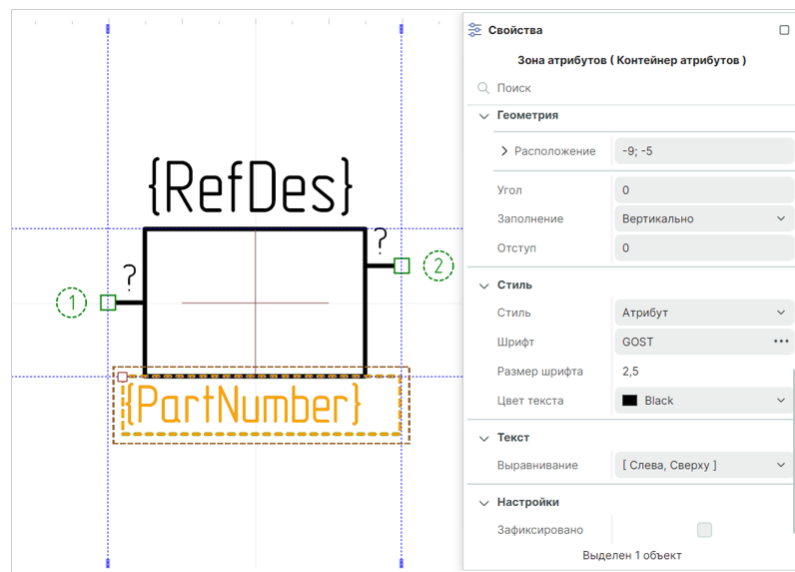

Рис. 174 Настройка зоны атрибутов УГО
6. При необходимости настройте параметры в разделах «Геометрия», «Стиль», «Текст», «Настройки», см. Рис. 174.